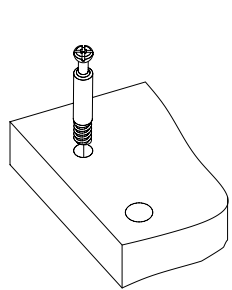
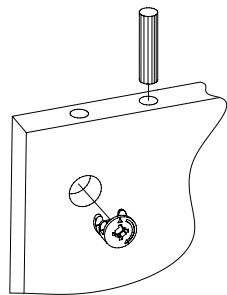

Рис.1
Рис.2
1. Подготовьте детали к сборке. Вкрутить шпильки минификсов в детали 4, 5, 7, 9 (Рис. 1). Затем вставьте головки минификсов и шканты в детали 4, 5, 6, 8, 10 (Рис. 2).